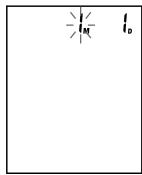

Рис. 3-2
- Для того, чтобы изменить дату и время, нажмите и удерживайте 3 сек одновременно кнопки «START» и «М». Прозвучит сигнал и начнет мигать месяц, см. Рис. 3-2. Чтобы увеличить значение, нажмите кнопку «М». Если нажать и удерживать кнопку «М», значение будет увеличиваться быстрее. Нажмите кнопку «START», чтобы подтвердить установленный месяц и перейти к изменению даты. Таким же образом установите день, час и минуты.